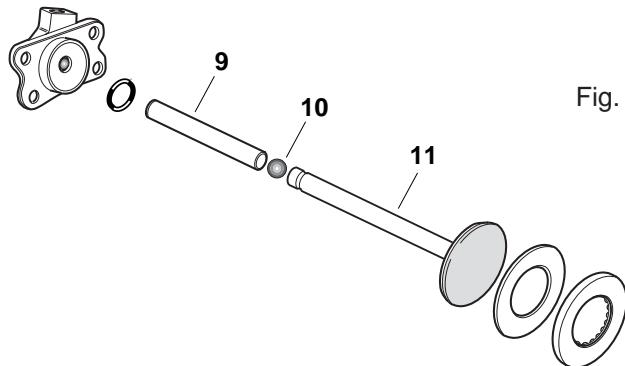

Fig. 57
5. Montare l'asta frizione (9), la sfera Ø 8 (10) ed il piattello disinnesto frizione (11). (Fig.57)
5. Fit the clutch lever (9), the ball Ø 8 (10) and the clutch release plate (11). (Fig.57)
5. Den Kupplungshebel (9), die Kugel Ø 8 (10) und die Ausrückplatte montieren (11). (Abb. 57)
5. Monter la tige d'embrayage (9), la bille Ø 8 (10) et le plateau de débrayage (11). (Fig.57)